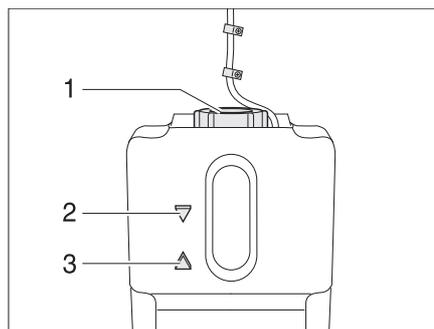

Fig. 154 Vase d'expansion pour le chauffage à eau chaude
- Contrôler si le liquide se trouve entre les marques "MIN" (Fig. 154,3) et "MAX" (Fig. 154,2) sur le vase d'expansion (Fig. 154).
- Ouvrir le bouchon du vase d'expansion (Fig. 154,1).